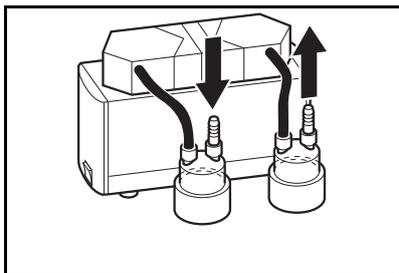

Fig. 14: collegamenti flessibili sistema SR
2	Tubi flessibili (v. fig. 14) <ul style="list-style-type: none"> ▪ Agente resistente al fluido utilizzato ▪ Diametro interno 10 mm ▪ Lunghezza: ca. 150 mm
3. Eseguire i collegamenti flessibili dei separatori (v. fig. 14).